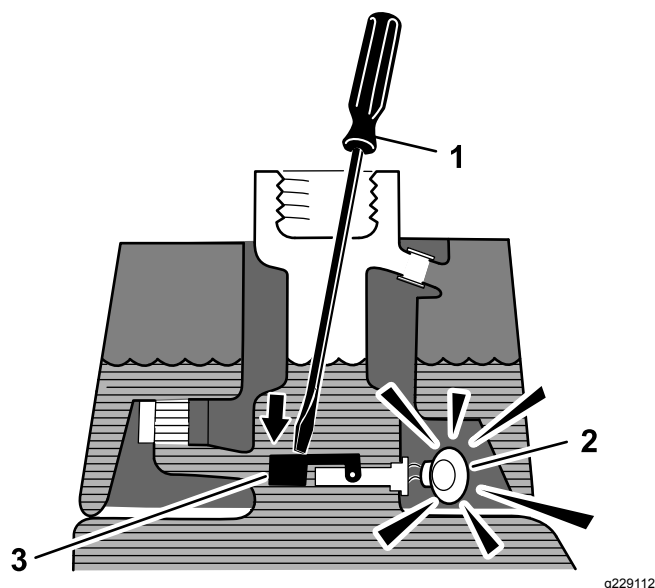

Figura 46
3. Introduzca una varilla o un destornillador limpio en el cuello del depósito y empuje hacia abajo, con cuidado, el flotador del sensor (Figura 46); debe sonar la alarma después de la demora de un segundo.